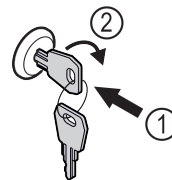

Fig. 172 Примерно изображение
- ▶ Пъхнете ключа Fig. 172 (1).
- ▶ Завъртете го на 90° по посока на часовниковата стрелка Fig. 172 (2).